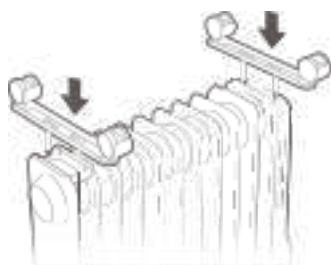

Рисунок 1
2. Вирівняйте монтажний отвір комплекту коліщат у зібраному стані та встановіть коліщата на гвинт панелі для коліщат у кінці пластины радіатора, а другий комплект коліщат у зібраному стані вирівняйте з гвинтами, установленими внизу панелі керування (див. рис. 1).